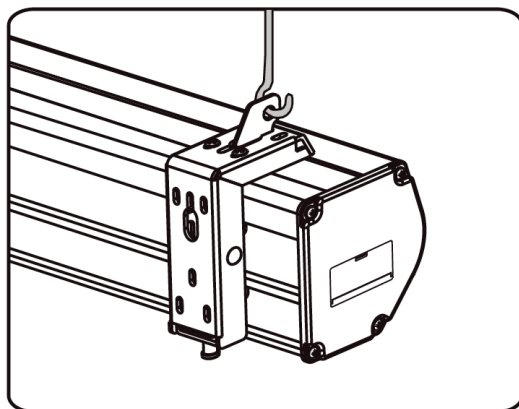

Figura 18
4. Dopo aver completato i passaggi 2 e 3, controllare che le staffe siano saldamente fissate all'alloggiamento dello schermo prima di appendere lo schermo. Appendere lo schermo ai ganci come mostrato nella figura 18.